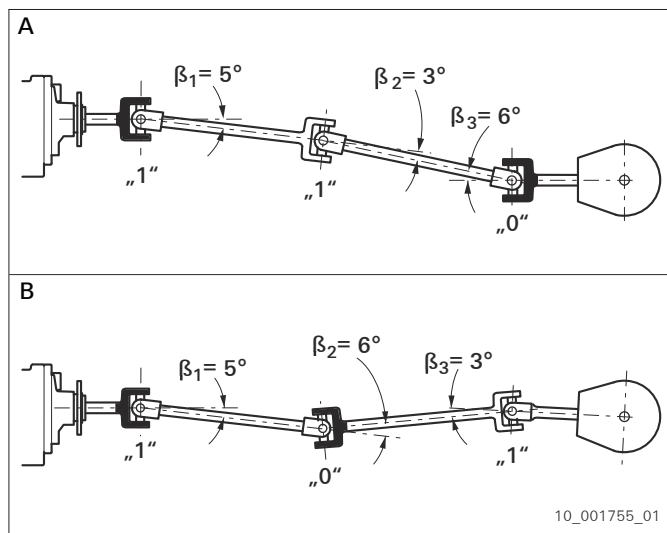

Fig. 42
- Example: $(5^\circ + 3^\circ) - 6^\circ = 2^\circ$ (refer to fig. 42, page 49).
Example: $6^\circ - 5^\circ = 1^\circ$ (refer to fig. 42, page 49).
Example: $5^\circ - 3^\circ = 2^\circ$ (refer to fig. 42, page 49).